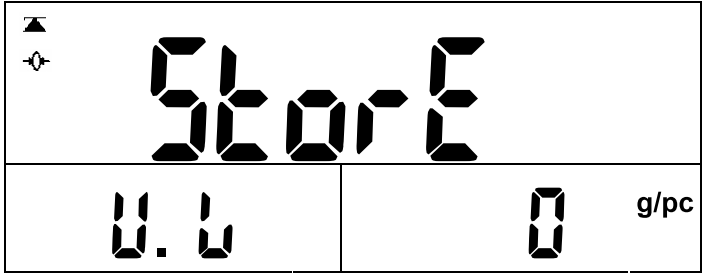
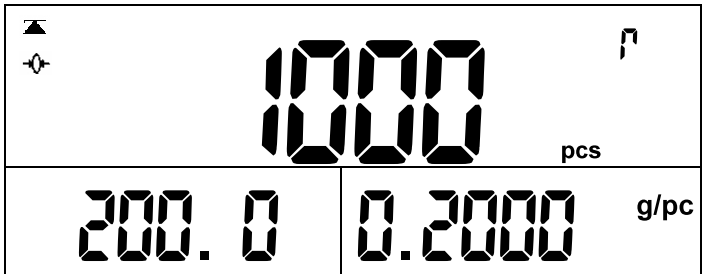

图 25
图 26
a. 单重输入（图 25）
(a).在显示如图 25 时，在秤盘是加载要采样的物品，输入采样的个数，按个数设定键显示如（图 26），（如加载 200.0g，个数为 1000 个）。